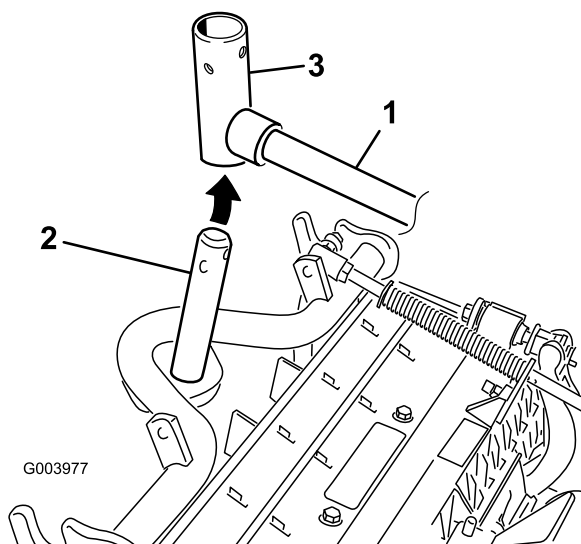

图10
8. 对于前滚刀组，在将承载架轴向上插入提升臂轴轭的同时，把滚刀组滑到提升臂下方（图10）。
- B. 将提升臂枢插入承载架轴的上方（图10）。